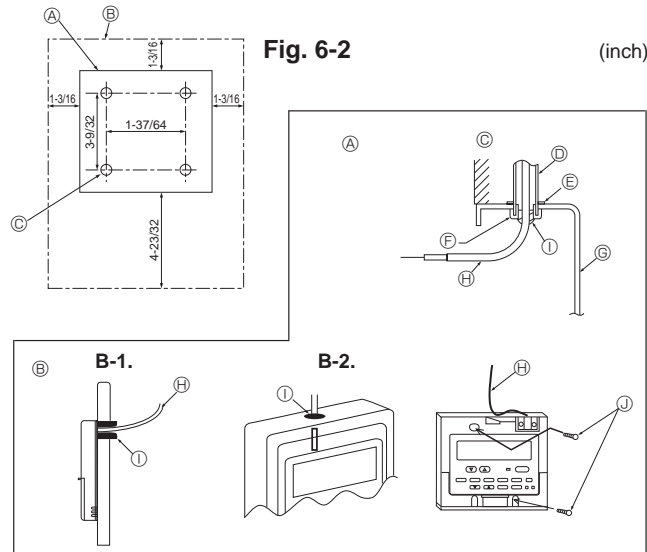

Fig. 6-2
(1) Seleccione una posición adecuada para el control remoto. (Fig. 6-2)
#### [Fig.6-2]